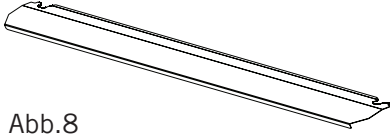

Abb.8
**1.** Eine Sicherheitsblende dient dem Schutz von Bedienfeld und Tasten, wenn sich der Ofen im Grillmodus befindet (Abbildung 8)